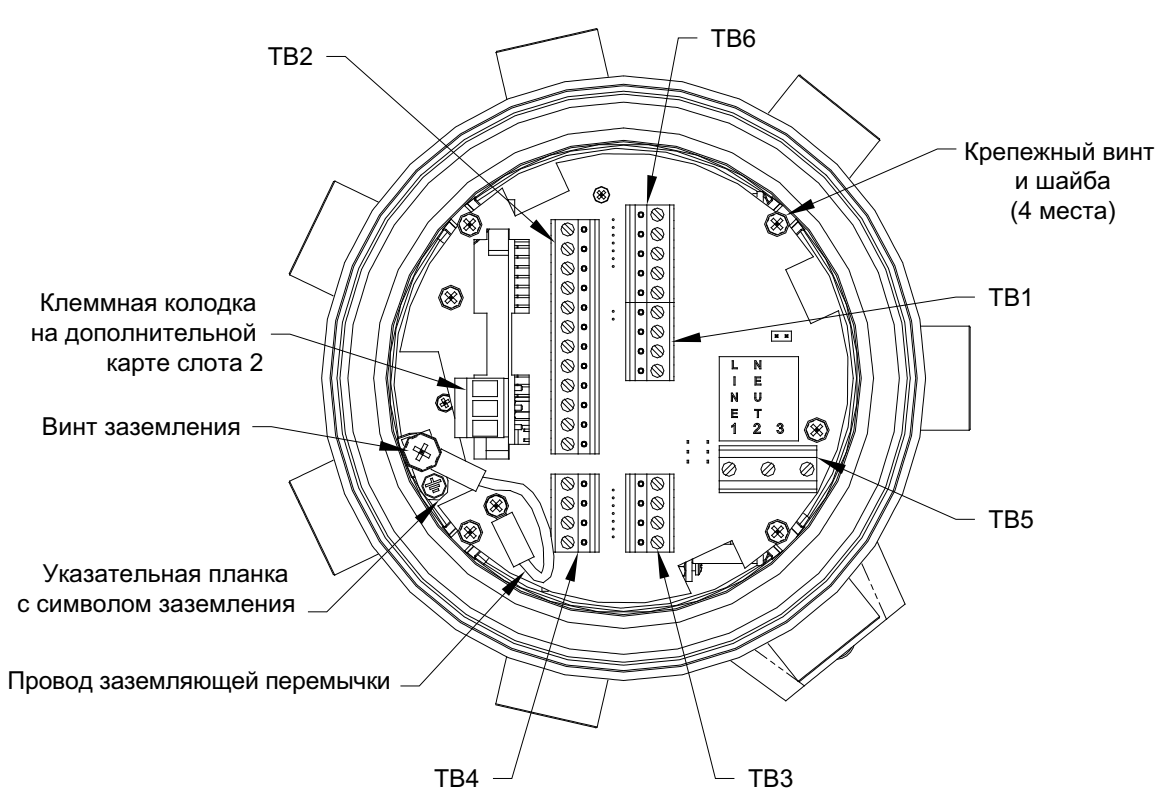

Рисунок 2
- С задней стороны блока поверните узел схемной платы приблизительно на 20° по часовой стрелке таким образом, чтобы монтажные отверстия в клеммной плате размещались над секционированными отверстиями контактов. Прикрепите узел схемной платы к корпусу четырьмя крепежными винтами, с плоскими и стопорными шайбами, ранее снятыми (см. *рис. 2*).
- Прикрепите свободный конец зеленого провода заземляющей перемычки к корпусу крепежным винтом, с плоской и стопорной шайбами, ранее снятыми. Не забудьте установить под этим винтом металлическую указательную планку (см. *рис. 2*).